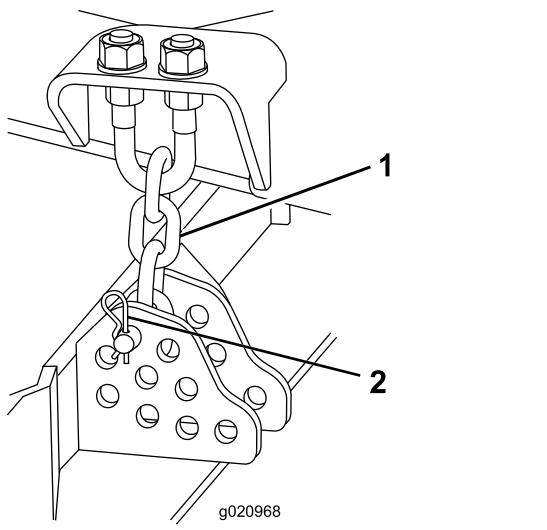

Bild 23
10. Entfernen Sie den Splint und den Lastösenbolzen, mit denen die Schnitthöhenkette an der Rückseite der Schneideeinheit befestigt ist (Bild 23).